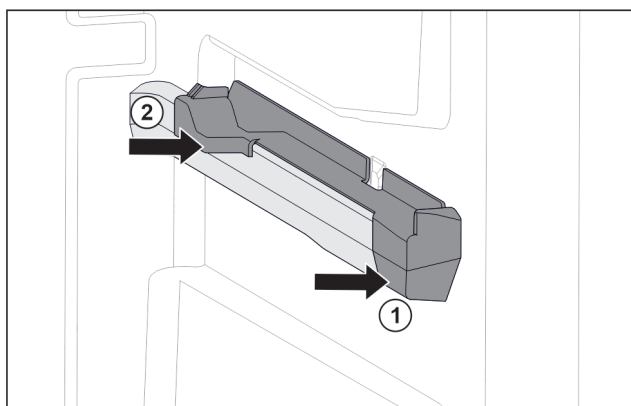

Fig. 79 Наставка върху дясното ребро на съда
- ▶ Поставете наставката отпред към реброто на съда. Fig. 79 (1)
- ▶ Притиснете наставката отзад. Fig. 79 (2)